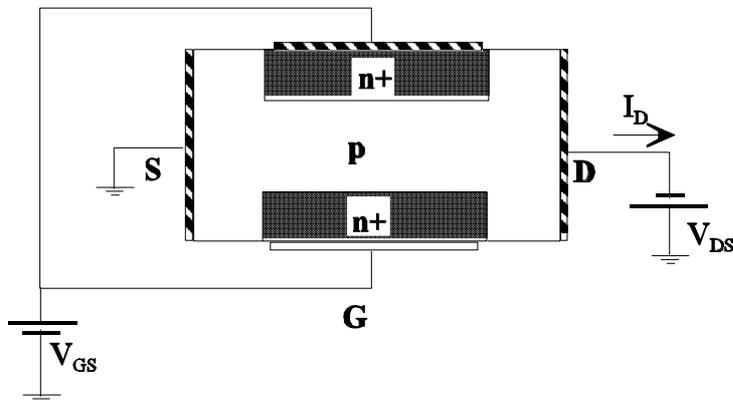

Figura 2.9 Condiciones de polarización para transistores JFET canal *p*.
En el caso de transistores canal p , las expresiones de las corrientes antes y después de alcanzar el estrangulamiento del canal coinciden con las <2.20> y <2.21>, sin más que sustituir en ellas los valores de μ_n por μ_p y N_D por N_A e incluir un signo menos delante de la expresión de I_D ya que el sentido de la corriente es de fuente (S) a drenador (D) (ver figura 2.9).